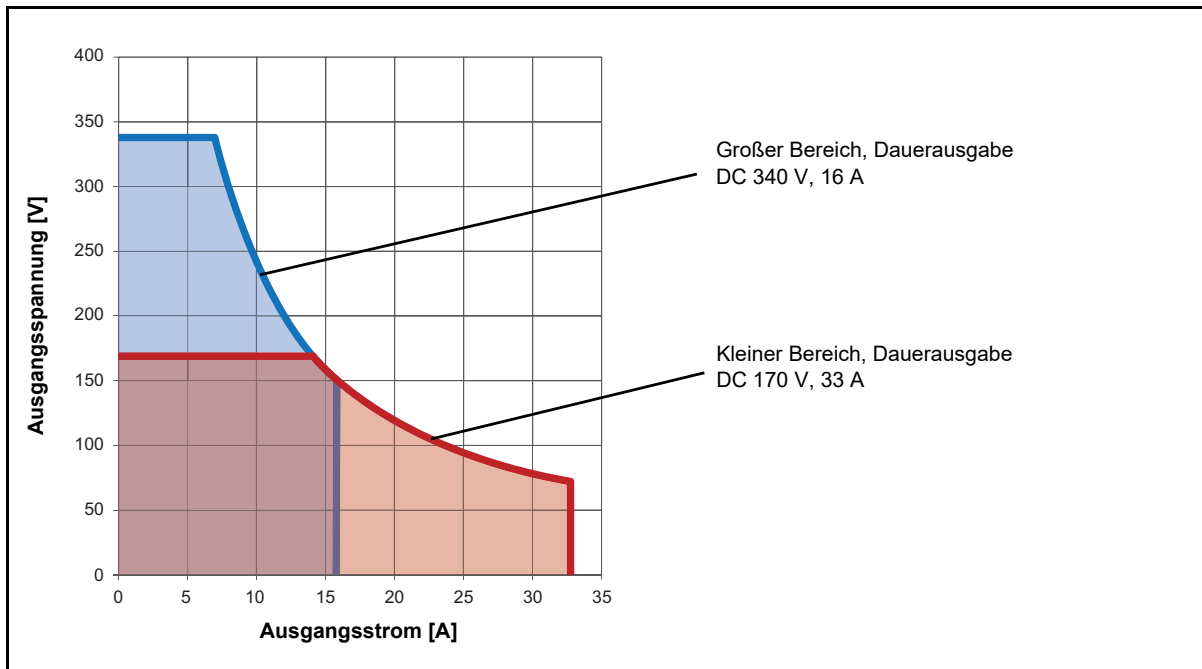

Abbildung 15-1: Zulässiger Betriebsbereich 1 x DC 340 V 16 A
2. Siehe Abbildung 15-1: "Zulässiger Betriebsbereich 1 x DC 340 V 16 A" auf Seite 226.